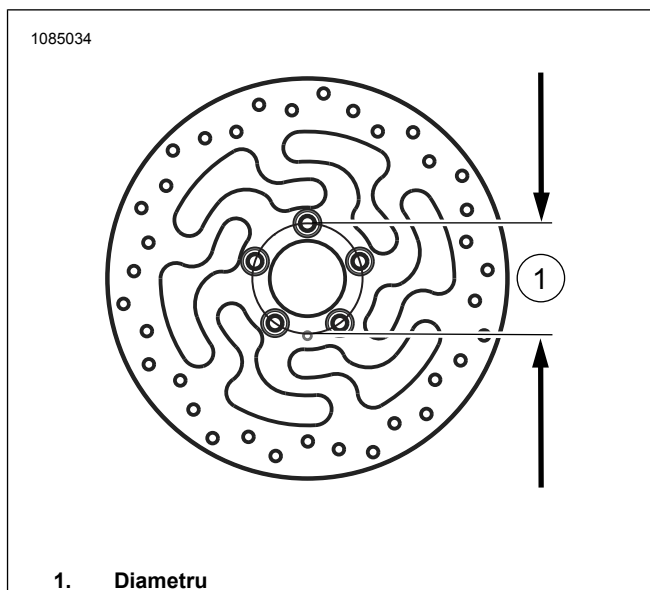

Figura 1. Diametrul orificiului de montare disc
1. A se vedea figura 1. Îndepărtați și demontați ansamblul existent al roții din față. Dacă diametrul discului de frână față nu măsoară 3,25 in., aruncați discurile. Păstrați osia, piulița osiei și distanțierele roții pentru montarea kitului. Consultați manualul de service.